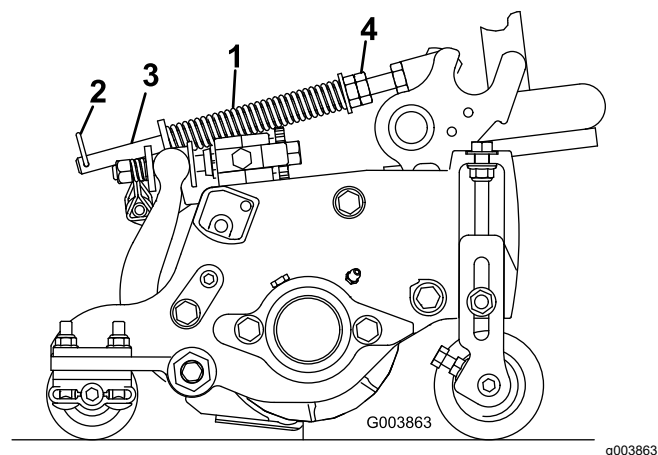

Figura 18
- Aperte as porcas sextavadas na extremidade dianteira da haste da mola até que o comprimento comprimido da mola seja 12,7 cm nas unidades de corte de 12,7 cm, ou 15,9 cm nas unidades de corte de 17,8 cm (Figura 18).
A mola de compensação de relva (Figura 18) transfere peso do cilindro dianteiro para o cilindro traseiro. Isto ajuda a reduzir o efeito ondulado na relva, também conhecido como ondulação ou “bobbing”.
- Certifique-se de que o pino de perno de gancho está instalado no orifício traseiro na haste da mola (Figura 18).